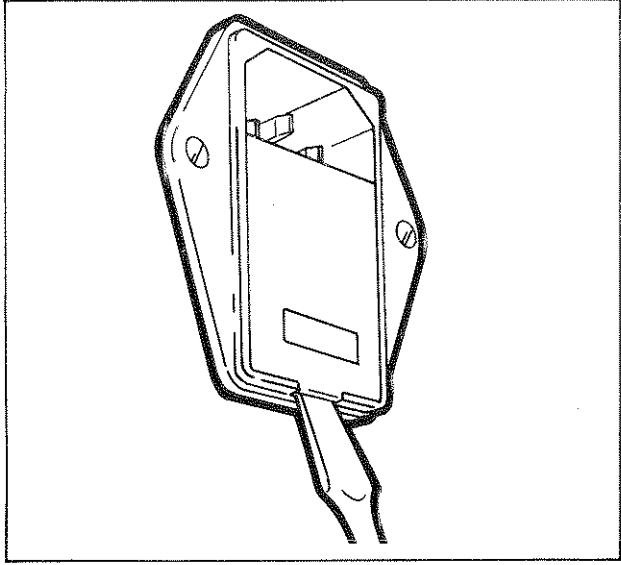

Fig. 2.1 Le couvercle du sélecteur de tension est ouvert à l'aide d'un tournevis.
Avant de connecter le générateur d'impulsions au réseau, vérifiez qu'il est bien réglé sur la tension d'alimentation. A la livraison, le générateur d'impulsions peut être réglé sur 100 V, 120 V, 220 V ou 240 V, comme l'indique le sélecteur de tension sur le panneau arrière, voir la fig. 2.1.
- Ouvrir le boîtier au-dessus du sélecteur de tension à l'aide d'un tournevis, voir figure 2.1.
Chaque générateur d'impulsions est protégé par un fusible, situé à l'intérieur du sélecteur de tension sur le panneau arrière, voir la figure 2.1.